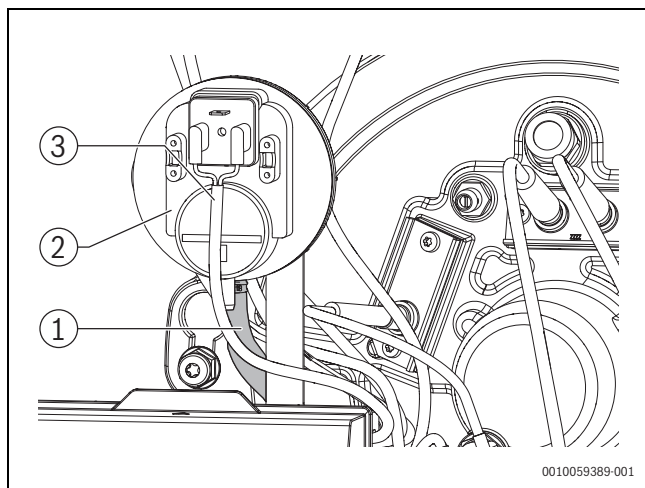

Bild 73 ADS-Druckschalter
- ▶ Bei Teileaustausch im Reparaturfall auf die korrekte Zuordnung der Messleitung achten (→ Bild 73).